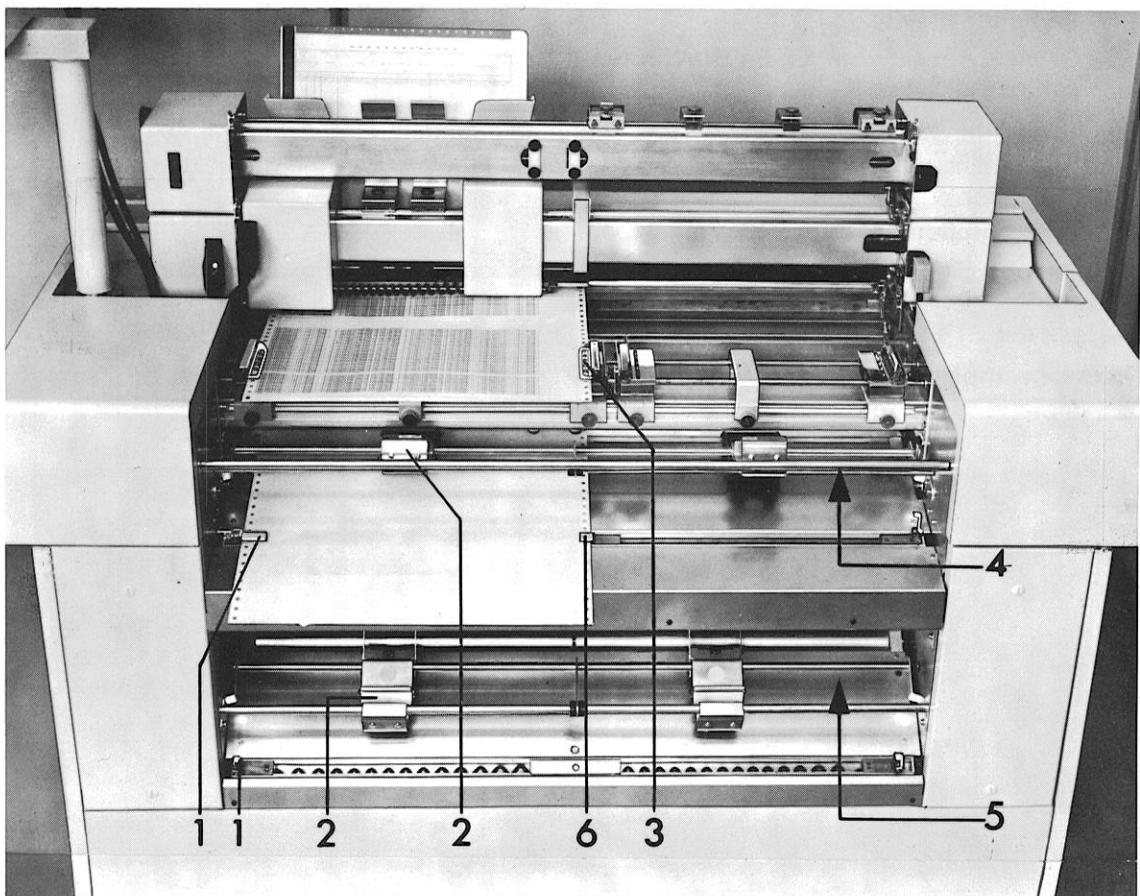

Abb. 11 Papierführung, Rückseite
- Papierspanneinrichtung (Abb. 11) öffnen, nach unten bis zur Rastung drücken.
- am Papierendekontakt (Abb. 11) den Abtasthebel hochstellen.
- Papierführung (Abb. 11) freistellen.
- zu den Traktoren Abb. 11 führen